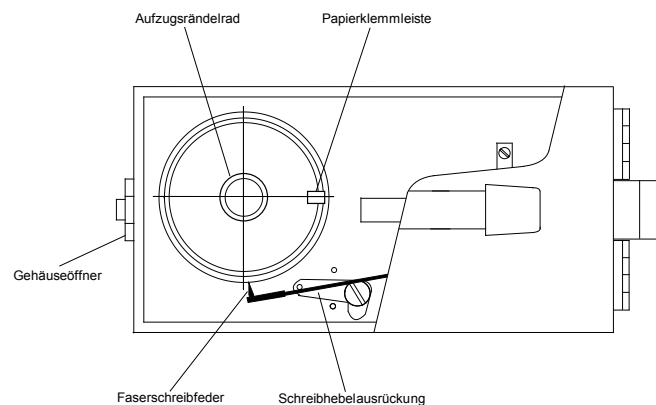

Bild 12
5.3 Papiertrommel für Trommelschreiber nach Bild 12
Bei Inbetriebnahme der Schreibeinrichtung wird zunächst der Schreibhebel aus der Transportsicherung (Drahtfeder) herausgenommen. Das Faserschreibelement wird nun bis zum Anschlag auf den Schreibhebel geschoben. Nach Abnehmen der Abdeckkappe und Lösen der Schreibhebel-ausrückstange (Bild 12) ist das Schreibelement betriebsbereit. Vor jedem Transport ist der Schreibhebel wieder in die Transportsicherung einzulegen (nur Druckmessgeräte, Trommelschreiber).